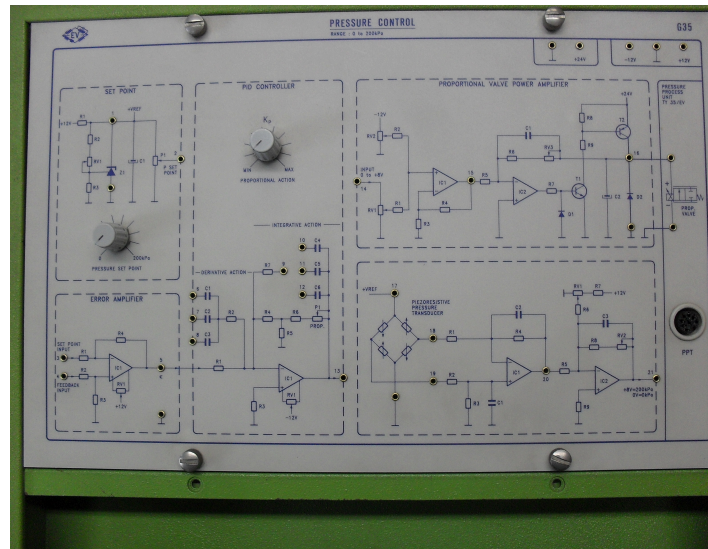

Figura 97: Módulo de Presión.
- Módulo de Presión *G36/EV*, figura 97.